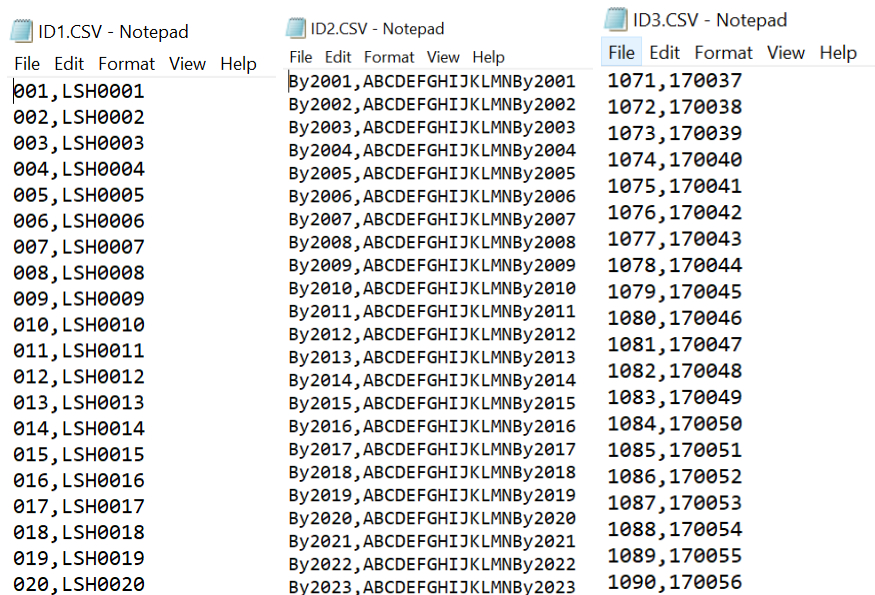

Abbildung 3-45: ID-Musterdateien
- Beachten Sie, dass diese ID-Dateien sowohl ID-Index als auch ID-Beschreibungen enthalten müssen **ID1**, **ID2** und **ID3** benannt werden und im .csv-Format gespeichert sind (siehe **Abbildung 3-45**).